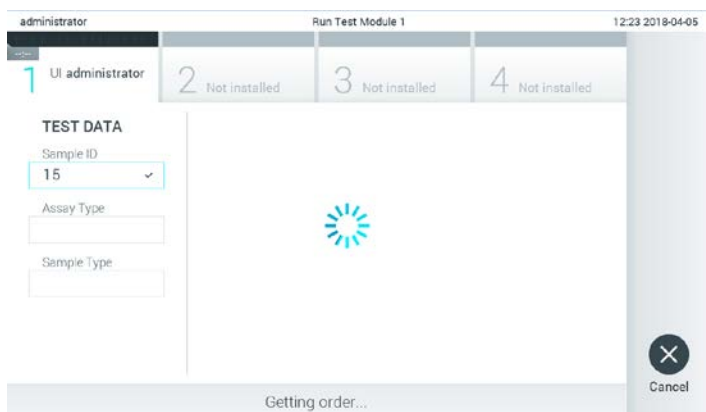

Рис. 73. Дисплей під час отримання заявки на тест.
3. Доки аналізатор КВІАстат-ДКс (QIAstat-Dx) 1.0 очікує заявку на тест, ідентифікатор зразка надсилається хосту і з'являється повідомлення «Getting order...» (Отримання заявки) (рис. 73).